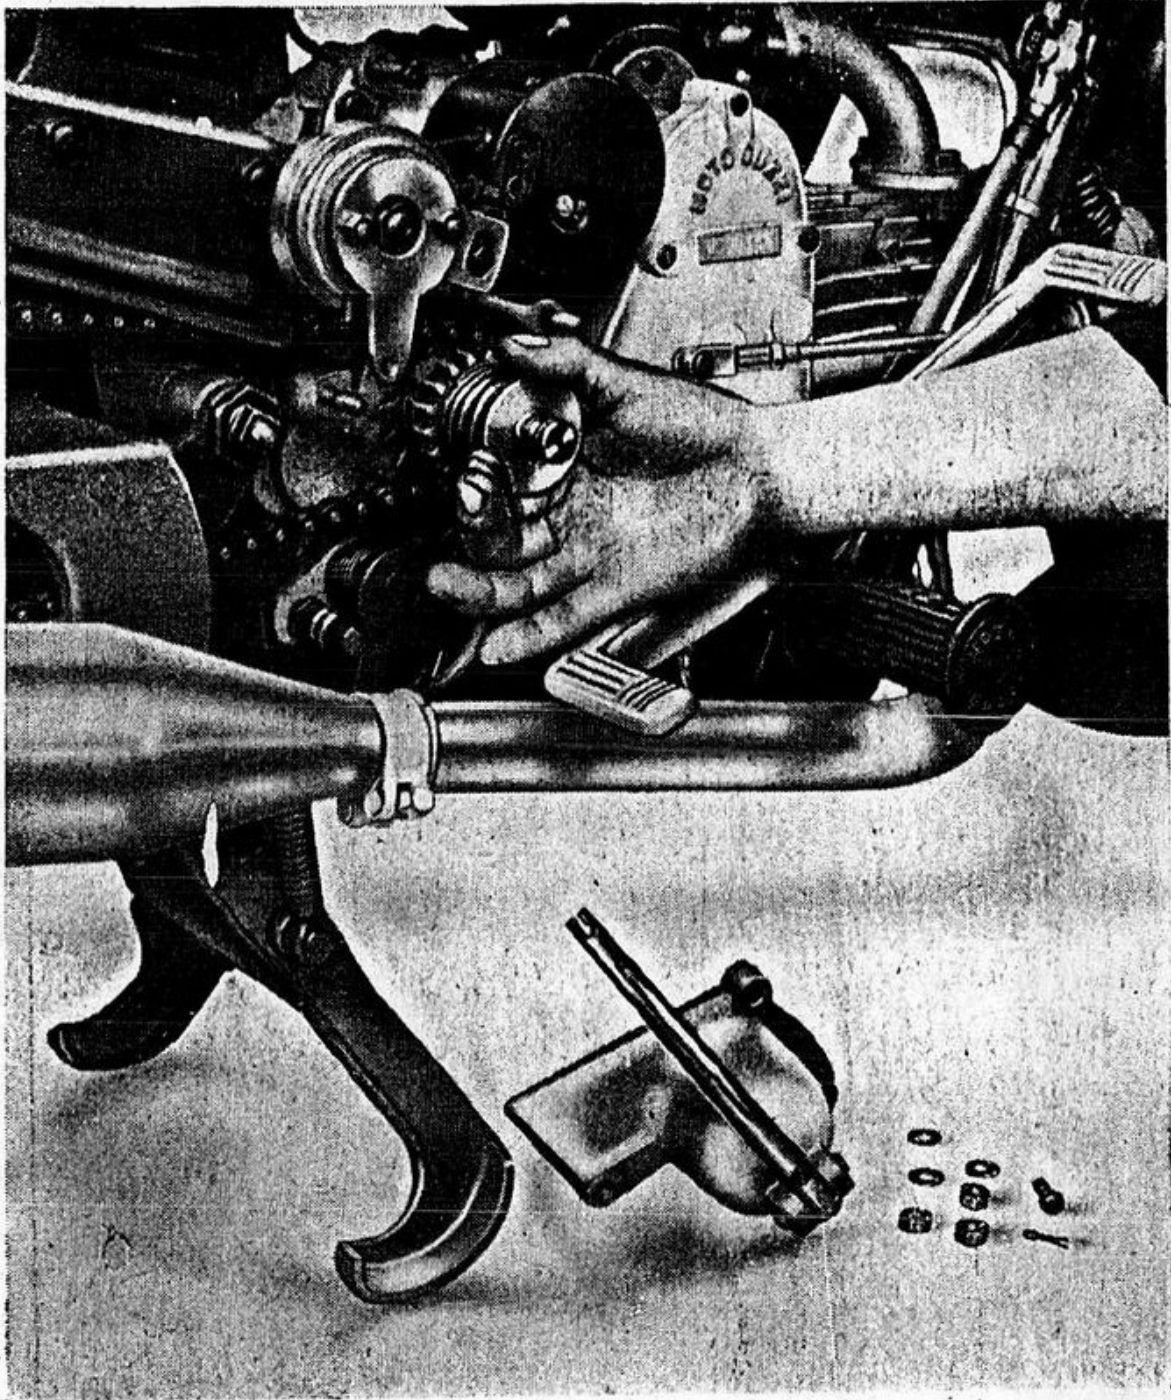

Fig. 10
2) La frizione slitta, si verificano cioè scorimenti fra i dischi anche quando il comando è in posizione « tutto innestato ». Ciò dipende da molle troppo scariche. Rimedio: (dopo avere tolto il coperchio coprimolle frizione), avvitare il disco zigrinato o sostituire le molle (*v. fig. 10*).